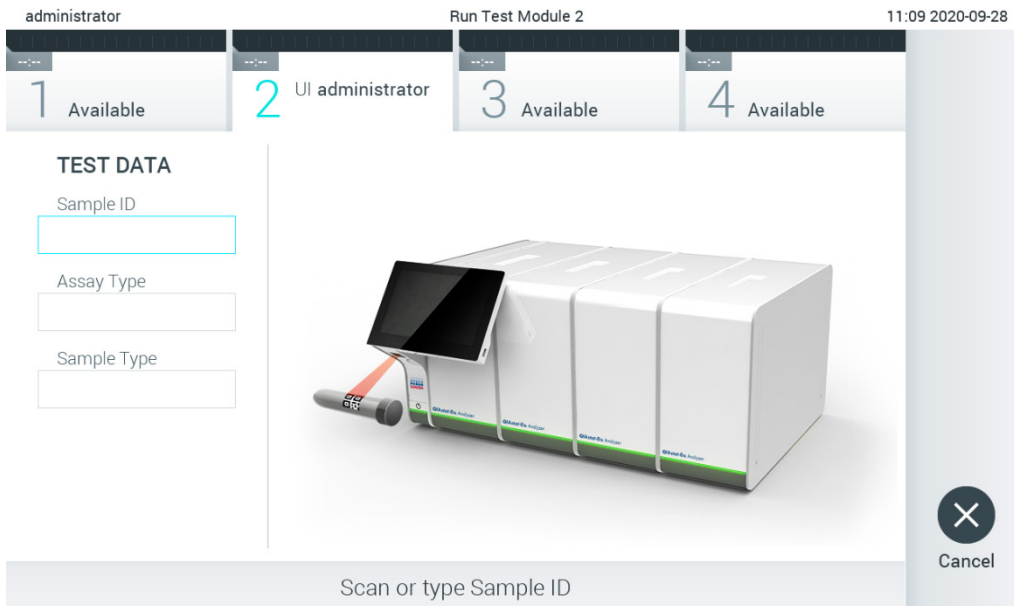

Figura 82. Digitalização do código de barras de ID da amostra
2. Quando solicitado, digitalize o código de barras da **Sample ID** (ID da amostra), utilizando o leitor de código de barras integrado no módulo operacional (Figura 82).